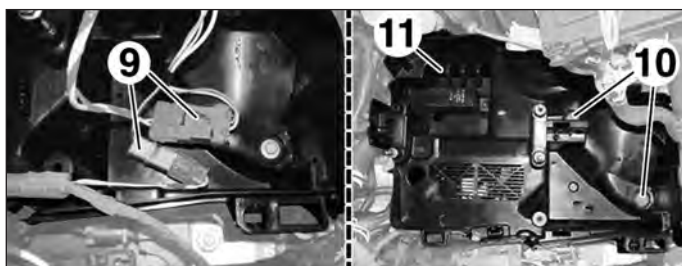

FIG.8
- Débrancher les connecteurs (9) (Fig.8).
- les vis (10),
- le support (11).